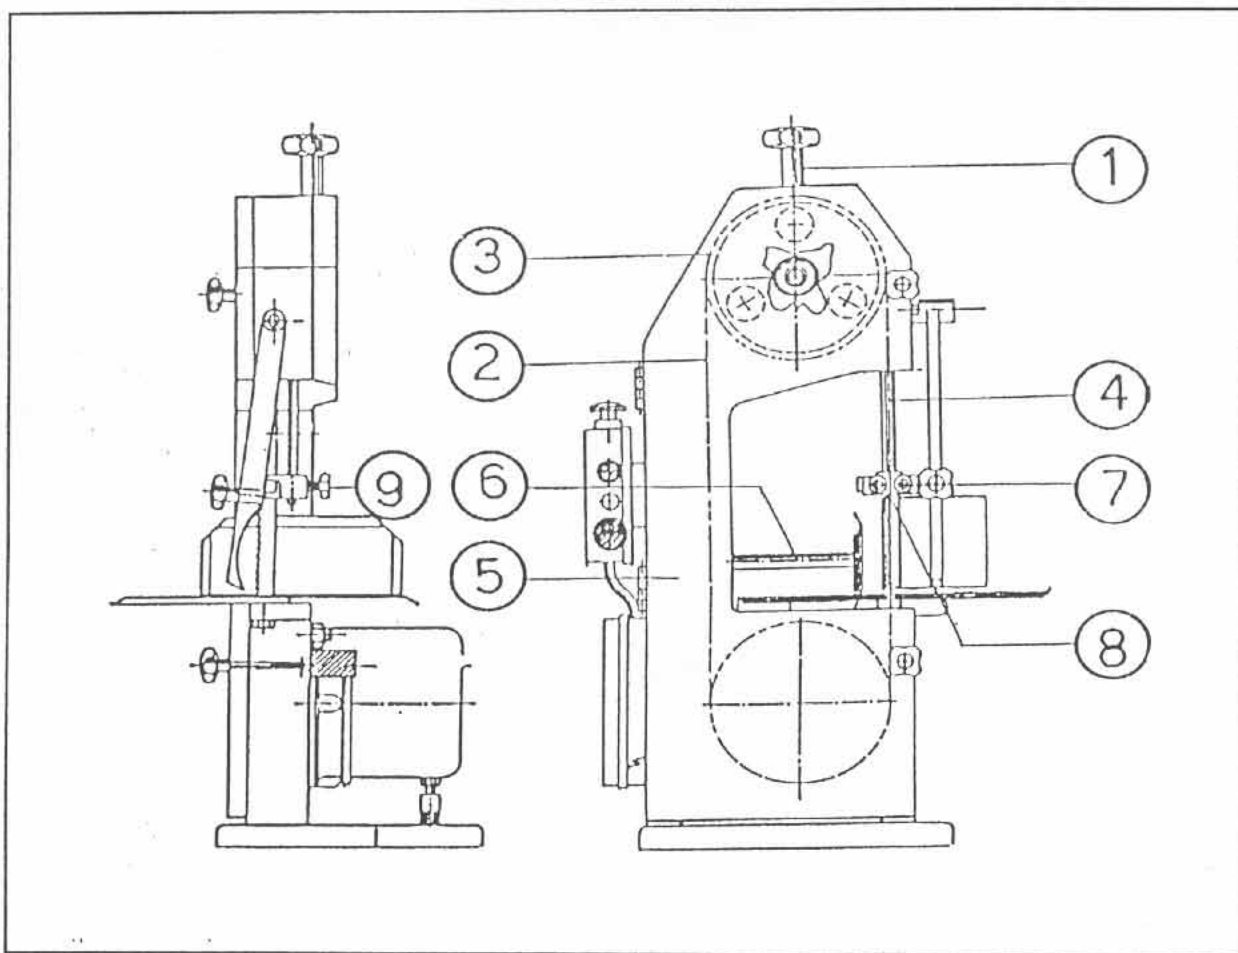

FIG. 5-1
- Régler le portionneur (voir fig. 5-1, pos. 6).
- Régler le guide-lame (4) (fig. 5-1, pos. 4) en fonction de l'épaisseur qui on doit couper.
### 5 - 2 - MISE EN TENSION DE LA SCIE (Voir fig. 5-1)
### 5 - 3 - REMPLACEMENT SCIE (Voir fig. 5-1)